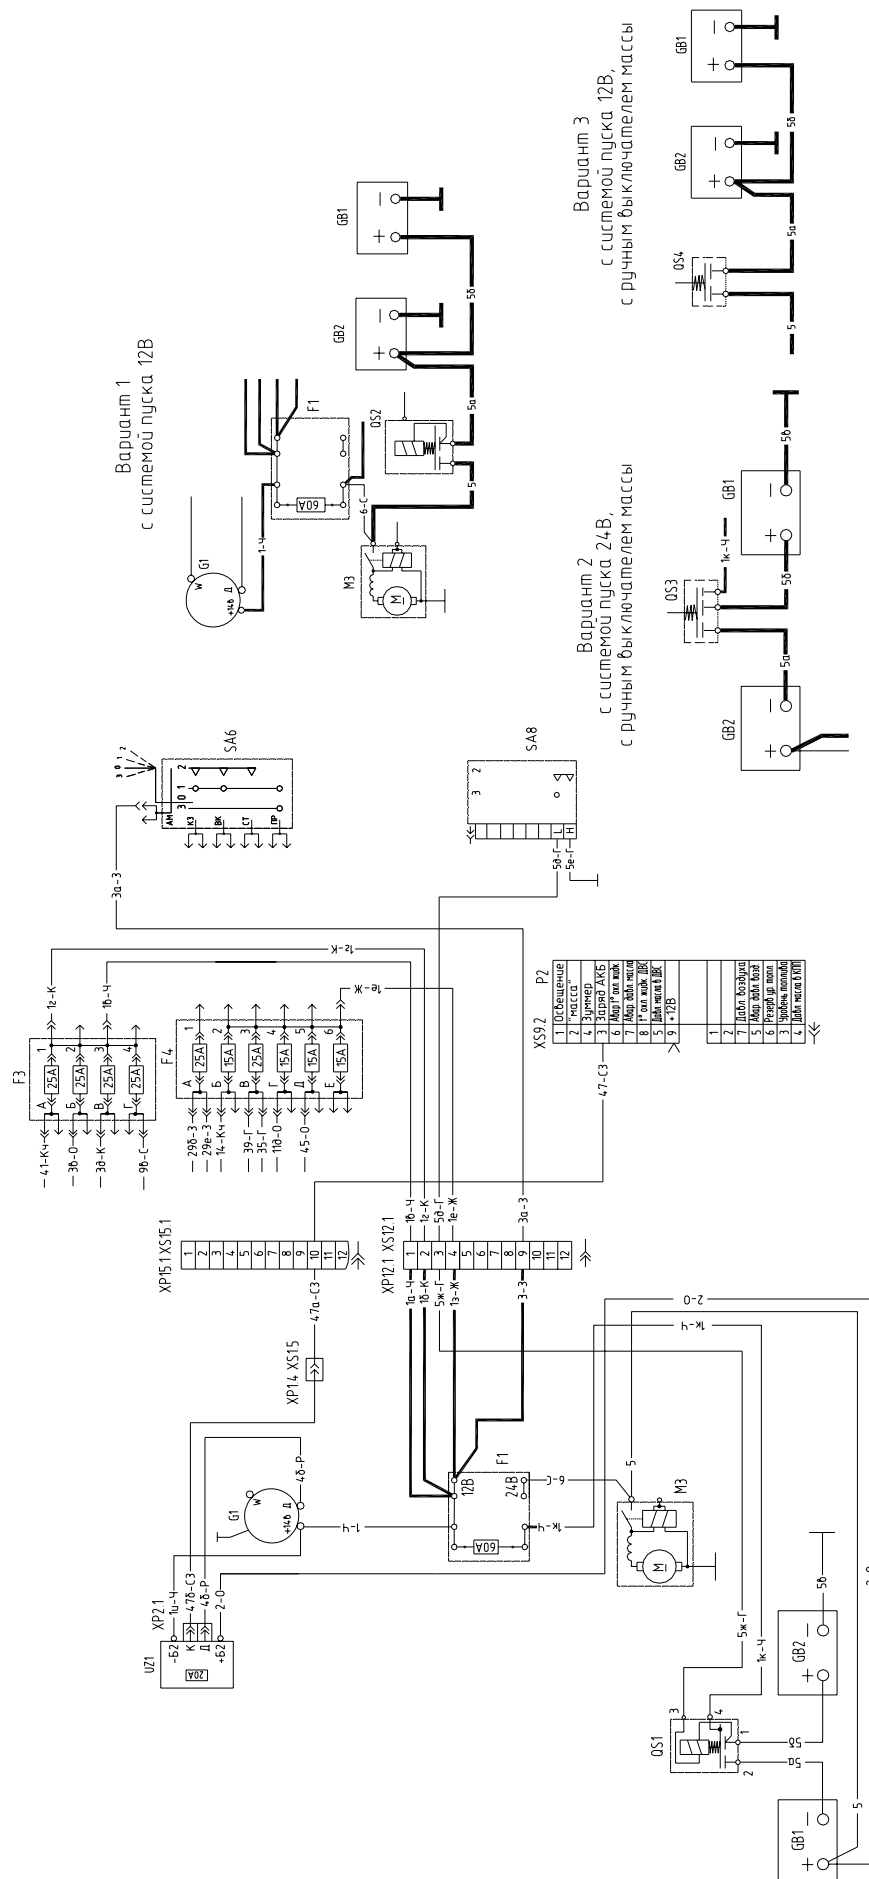
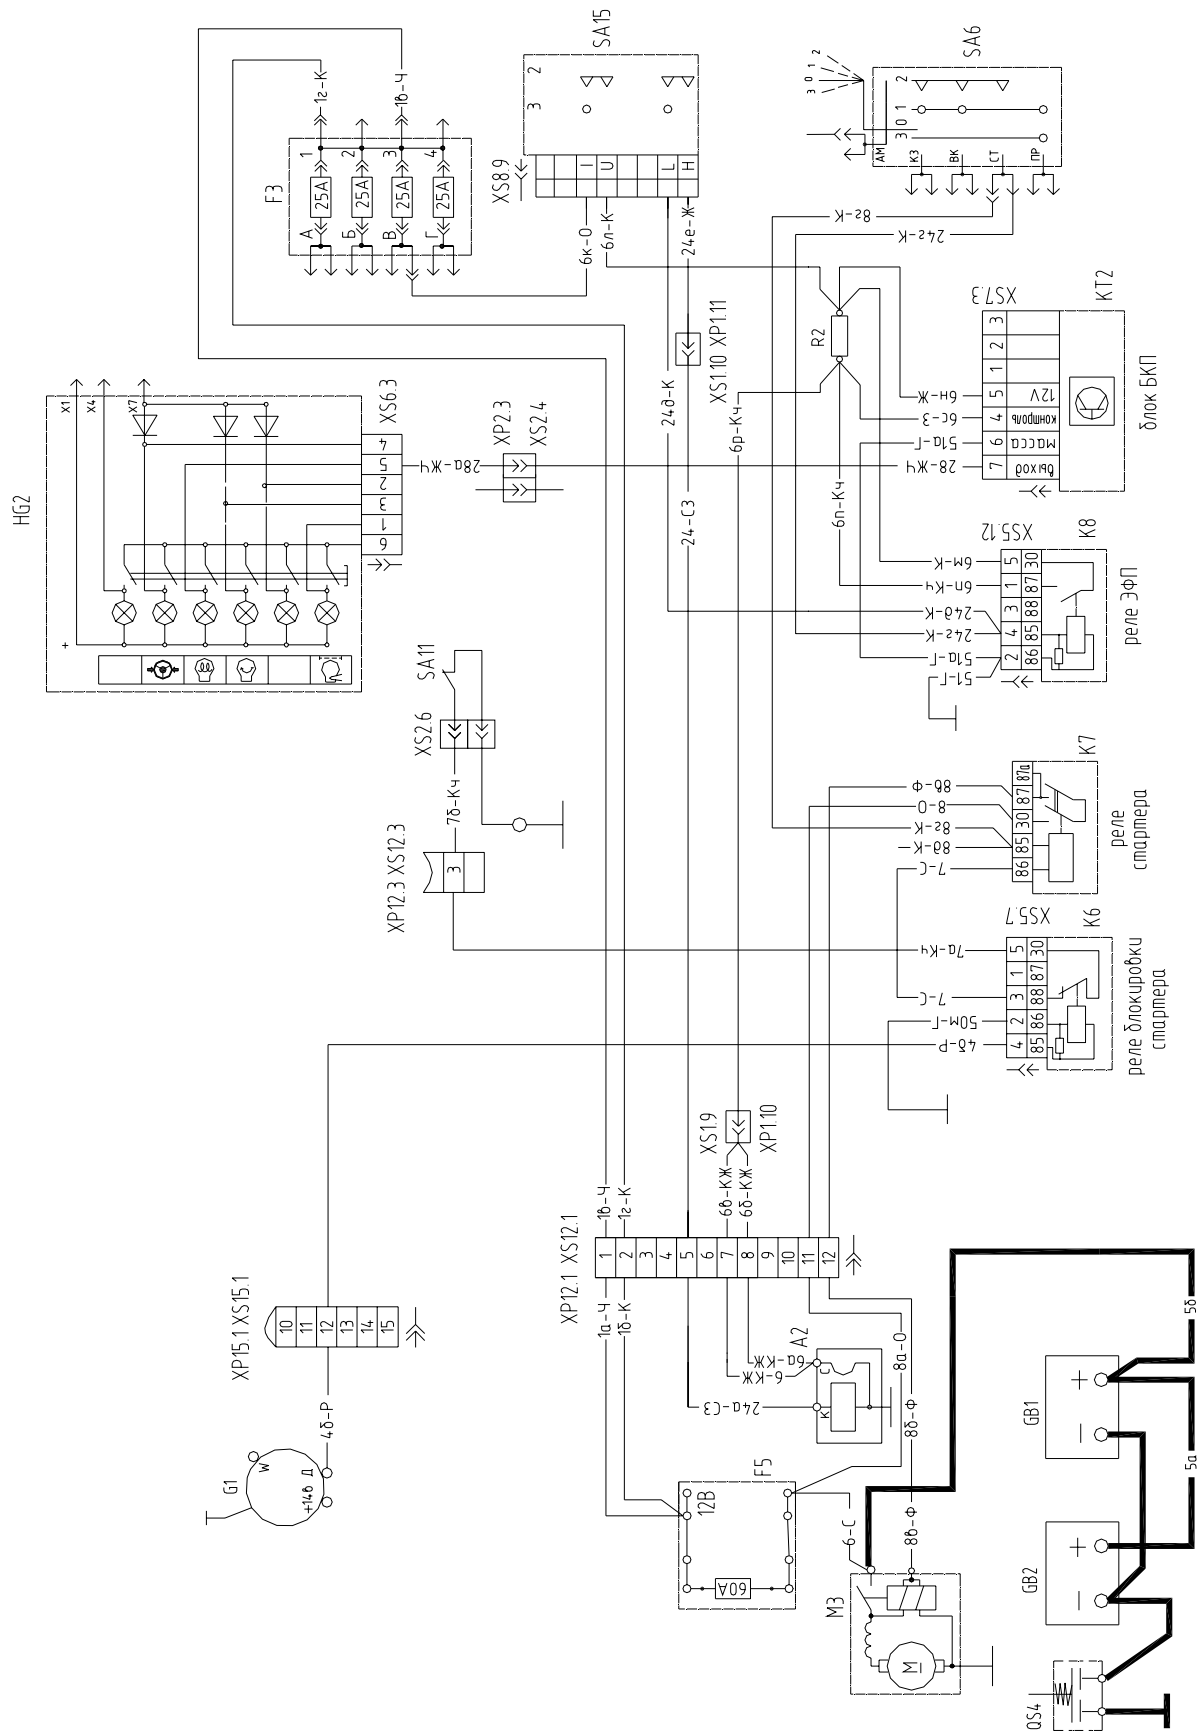
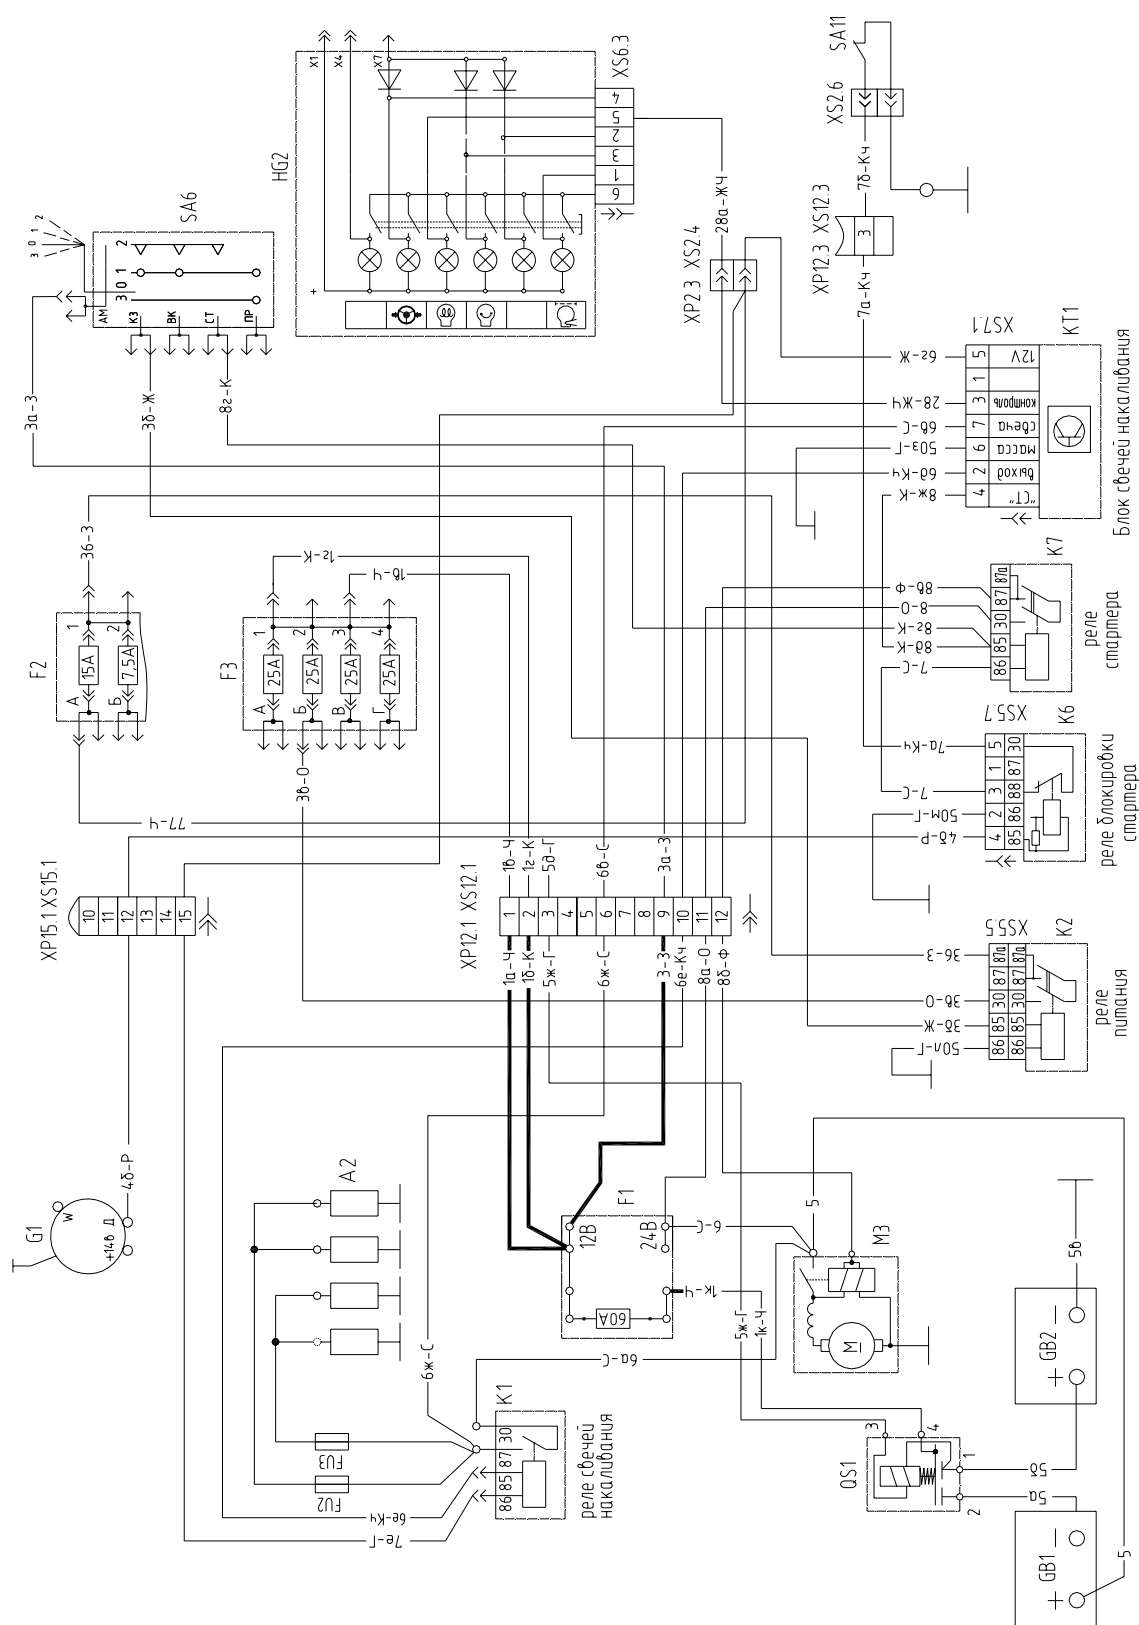

Рис. 2. Система электроснабжения тракторов
Рис.3. Система запуска 12В, средства облегчения пуска (ЭФ).
Рис. 4. Система запуска 24В, средства облегчения пуска (свечи накапления)
по 12 В каждая (рис. 2, варианты 1, 3 и рис. 3);
- система с номинальным напряжением бортовой электросети 12 В и системой пуска 24 В с двумя аккумуляторными батареями по 12 В каждая, соединенными последовательно с помощью размыкателя (рис. 2, вариант 2 и рис. 4).
На рис. 2 показана схема системы электроснабжения с четырьмя вариантами соединения АКБ и выключателей «массы» (размыкателей):
Г. На тракторах с системой электроснабжения 12/24В (рис. 2) и преобразователем напряжения UZ1 не заряжается левая АКБ;
А. Стартер М3 номинальным напряжением 12В (рис. 3):
Б. Стартер М3 номинальным напряжением 24В (рис. 4):
ПРИМЕЧАНИЕ. Для системы запуска 24В (рис.4) применяйте контрольную лампу на 24В (А24-21).